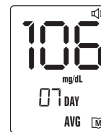

Figura 37
Después de las indicaciones audibles, mantenga presionado el botón "M" durante dos (2) segundos y el medidor recuperará el promedio de 7 días. Consulte la figura 37.